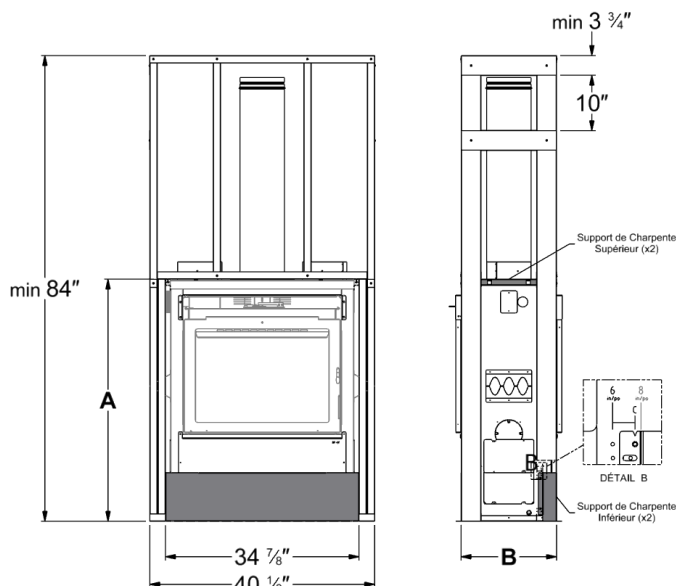
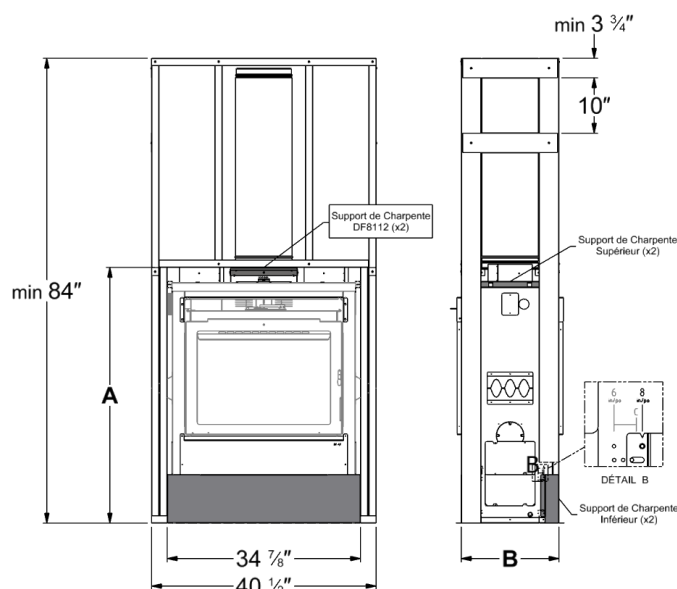

Figure 3-11 : Charpente Astra Duo pour Façade Contemporaine avec sorties à grilles doubles (ensemble KG550) sur mur latéral et cheminée de 6 po.
Figure 3-15 : Charpente Astra Duo pour Façade Contemporaine avec sorties à grilles doubles (ensemble KG550) sur mur latéral et cheminée de 8 po.
2. Déterminer les deux emplacements pour les sorties d'air chaud dans la charpente et préparer deux ouvertures rectangulaires de 10 po (L) par 10 po (H). Noter qu'une distance de dégagement minimale de 3,75 po est requise du plafond (Figures 3-11 et 3-12 pour une cheminée de 6 po, Figures 3-15 et 3-16 pour une cheminée de 8 po). Noter que les sorties d'air chaud peuvent être installées dans la même pièce ou dans des pièces différentes. Il est recommandé d'installer les deux sorties à la même hauteur pour obtenir une diffusion de chaleur uniforme.